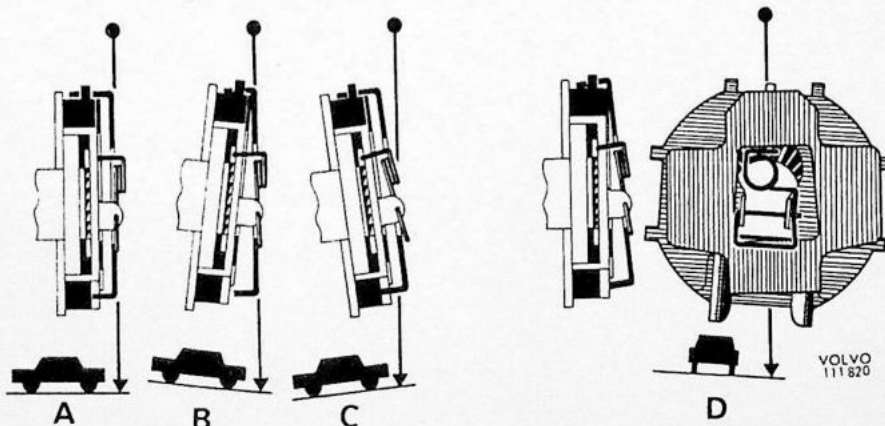

Fig. 3. Slinger-blokkeersysteem.
Dit systeem blokkeert de riem als de auto plotseling snel voorwaarts accellereert, achteruit of zijdelings, bijv. als de auto door een andere auto wordt aangereden. Het bevat een slinger (7, fig. 1) welke een blokkeerpal beïnvloed (9) zodat deze de vertragingsschijf blokkeert. Dit gebeurt dadelijk als de slinger uit zijn normale stand wordt gedrukt. Zie fig. 3. Als de asschijf begint te draaien zal de vertragingsschijf deze niet kunnen volgen, zodat de blokkeerpal onmiddellijk naar buiten gedrukt wordt en de rol geblokkeerd wordt
Het slinger-blokkeersysteem werkt ook als de auto op een helling is geparkeerd, welke een grotere hoek heeft dan 10 - 15° (zowel positief als negatief) (fig. 3).